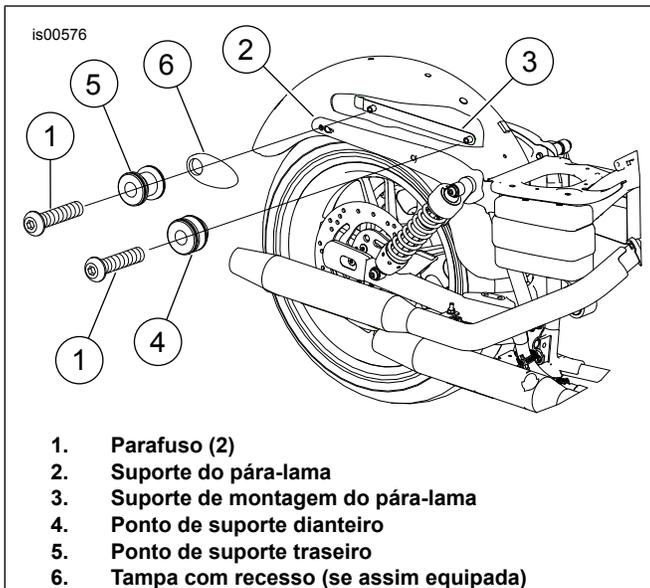

Figura 1. Modelos com acessórios removíveis
Para os modelos FXDWG anos 2006 a 2008 e todos os modelos FXDF: O suporte de montagem do pára-lama original (Figura 1, item 2) pode ser reutilizado ou descartado e substituído com um novo suporte de montagem do pára-lama do kit.
2. Veja Figura 1. Trabalhe em um lado do veículo por vez. Remova os dois parafusos (1) da montagem do pára-lama e o suporte de montagem do pára-lama (3). Descarte os parafusos.
3. Remova o ponto de suporte dianteiro (4) e o ponto de suporte traseiro (5). Guarde para usar depois.